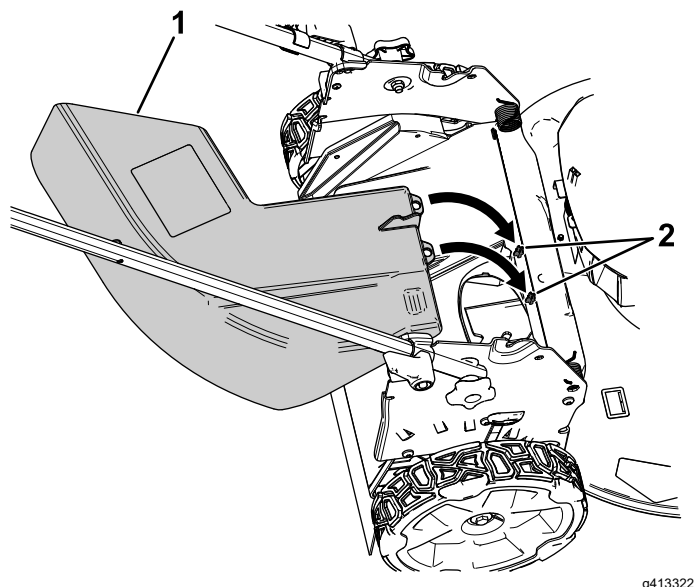

Figura 14
2. Conecte el conducto de descarga lateral a la parte trasera de la máquina usando los puntos de acoplamiento (Figura 14).